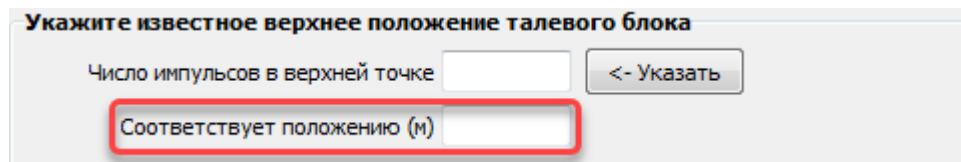

Рисунок 78. Фрагмент диалога калибровки глубиномера
- В случае, если значение параметра **"Длина свечи"** больше фактической длины свечи, уменьшите значение в выделенном поле **Соответствует положению (м)** (Рис. 78) на величину, вычисленную в пункте 2.
- В обратном случае увеличьте значение в выделенном поле **Соответствует положению (м)** (Рис. 78) на данную величину.